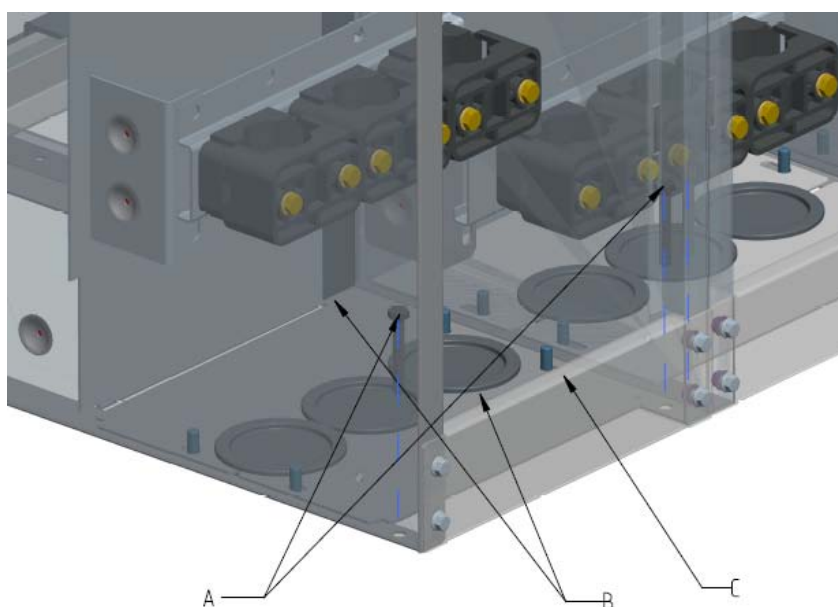

Figure 18: Installation: Ancrage d'une cellule DR-6C
- Ancrer chaque unité fonctionnelle au sol avec deux boulons (A). Utiliser les trous prévus (voir Figure 18). Le cas échéant, l'ancrage est aussi possible après le démontage des tôles de fond (B) et celles de la face avant du compartiment câbles (C).